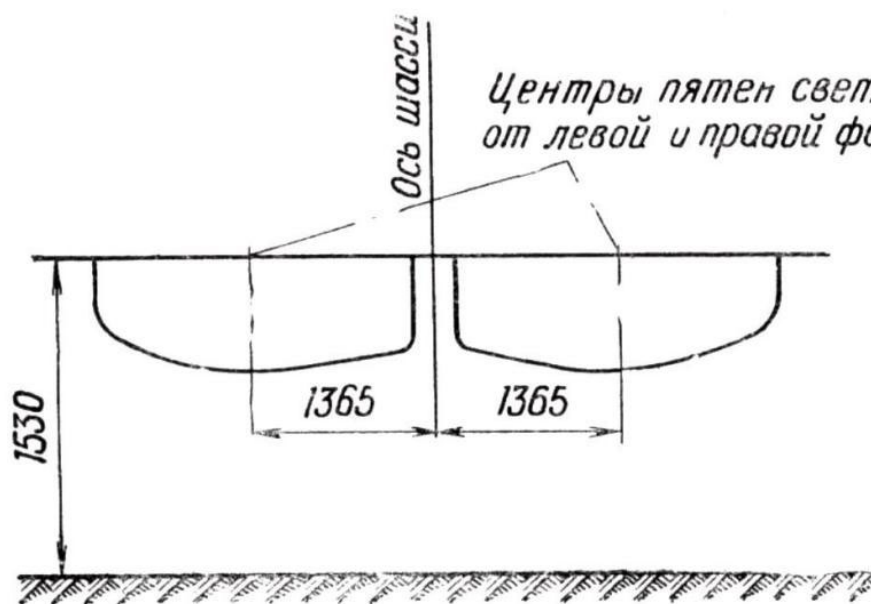

Рис. 1. Регулировка света основных фар.
1. Установить нагруженное шасси на горизонтальной площадке перпендикулярно экрану на расстоянии 5м от экрана. На экране должны быть нанесены чёткие горизонтальные и вертикальные линии (рис. 1). Горизонтальная линия должна быть нанесена на расстоянии 1530мм от уровня пола; три вертикальные линии – перпендикулярно горизонтальной на расстоянии 1365мм одна от другой; при этом средняя из вертикальных линий должна проходить в вертикальной плоскости оси шасси.